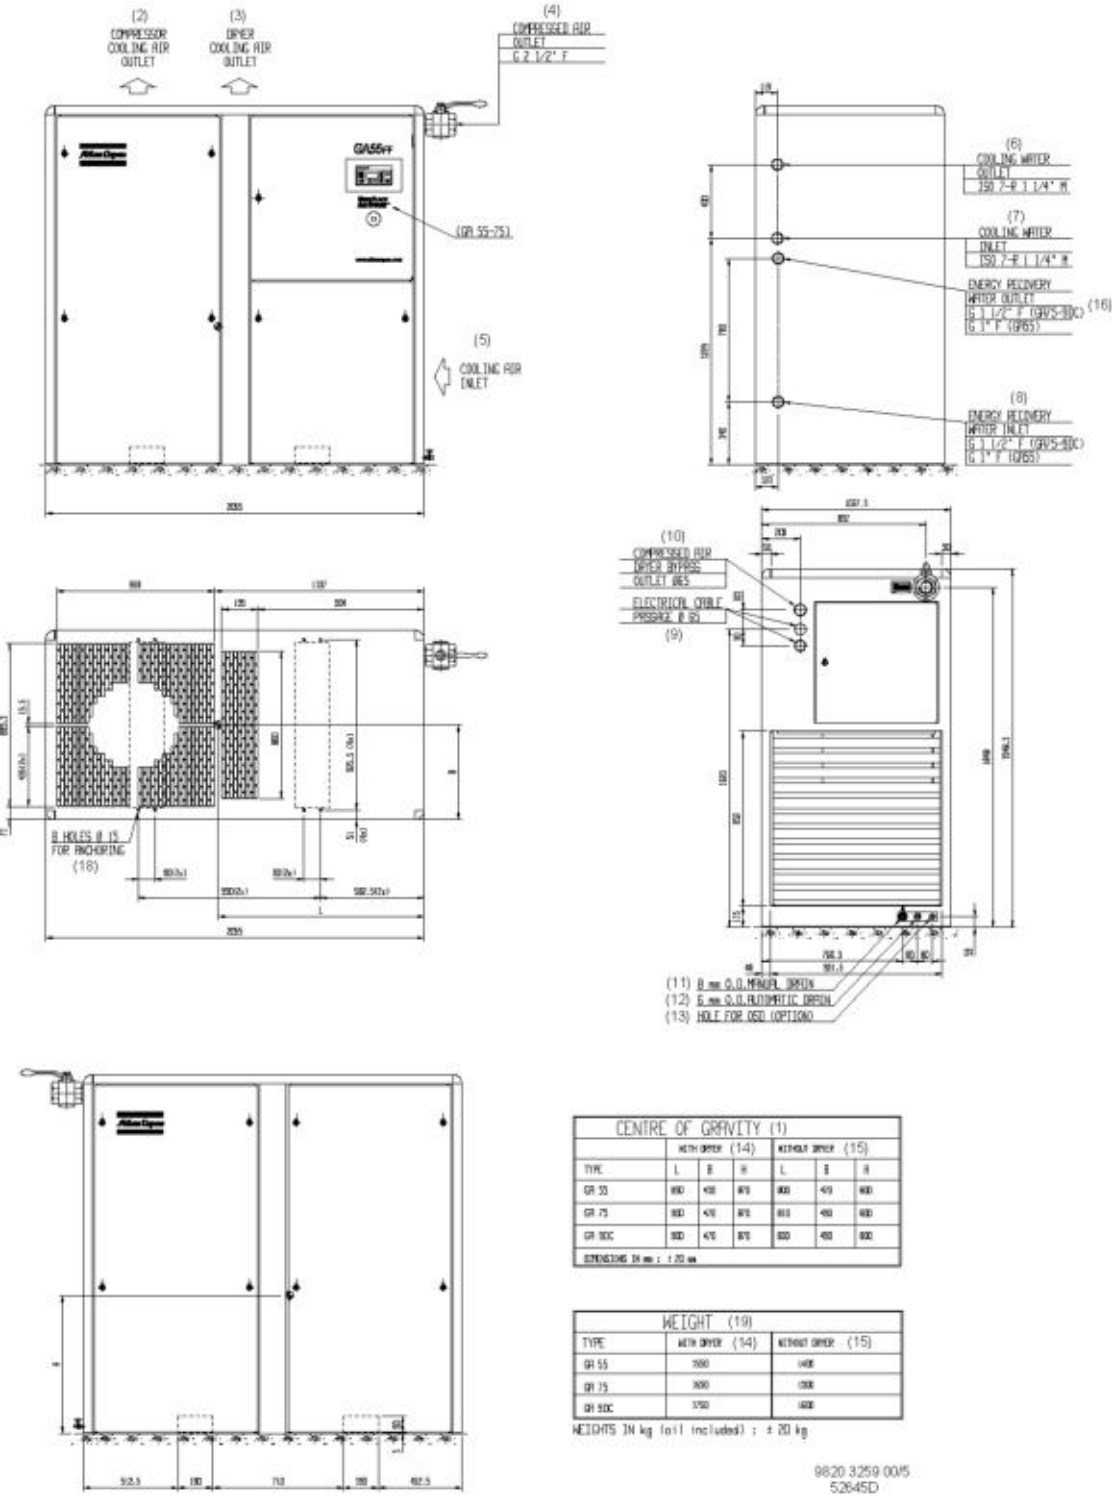

Fig. 2.1 Dibujo de dimensiones de GA Workplace (FF con IFD)
2.1 Dibujos de dimensiones (Figs. 2.1 y 2.2)